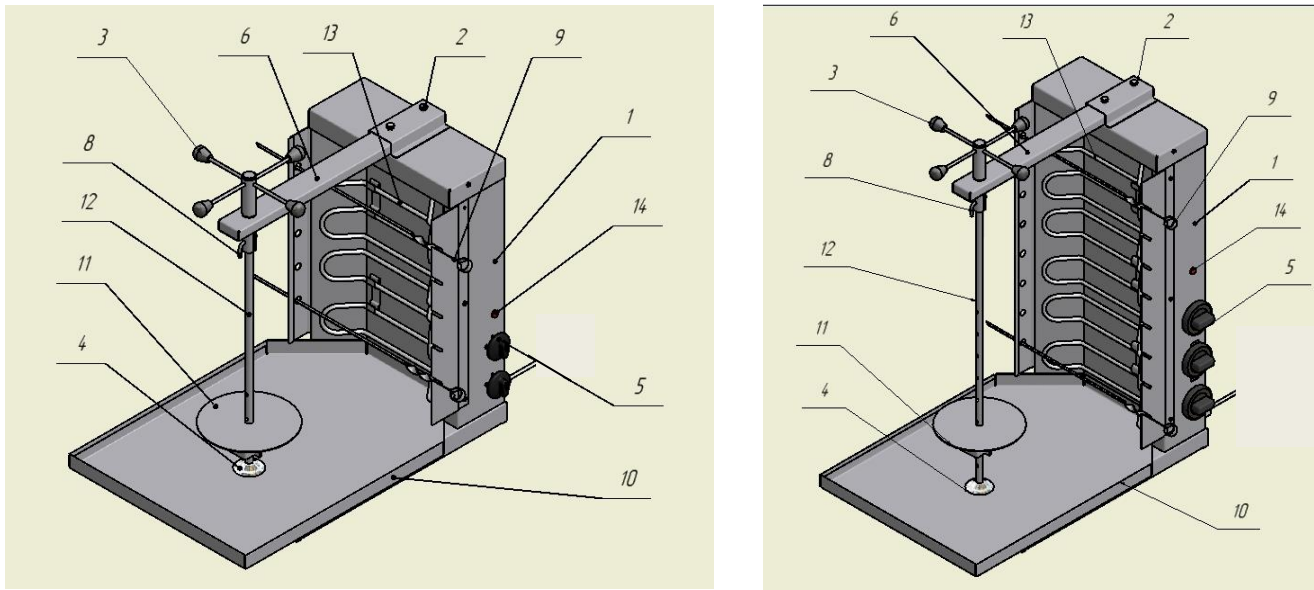

Рисунок 1
5.1. Основные части изделия указаны на рис.1 и перечислены в таблице 1.
8.1. Готовое для жарки мясное филе нанизывают на шампур (12) см. рис.1, на котором предварительно установлена упорная шайба (11). Нанизывать мясные пластины необходимо таким образом, чтобы получить по возможности цилиндрическую форму.